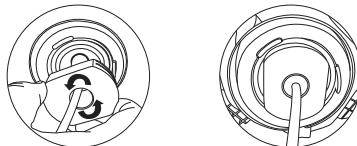

Abbildung 6
- Adjust the heat sink into the correct position until it cannot rotate further as shown in Figure 6. Ensure that the air inlet channel for the heat sink is not blocked.
- Ziehen Sie den Wärmeableiter ordnungsgemäß fest, sodass er sich nicht mehr weiter drehen kann, wie in Abbildung 6 gezeigt. Achten Sie darauf, dass der Luftenlasskanal für den Wärmeableiter nicht blockiert ist.